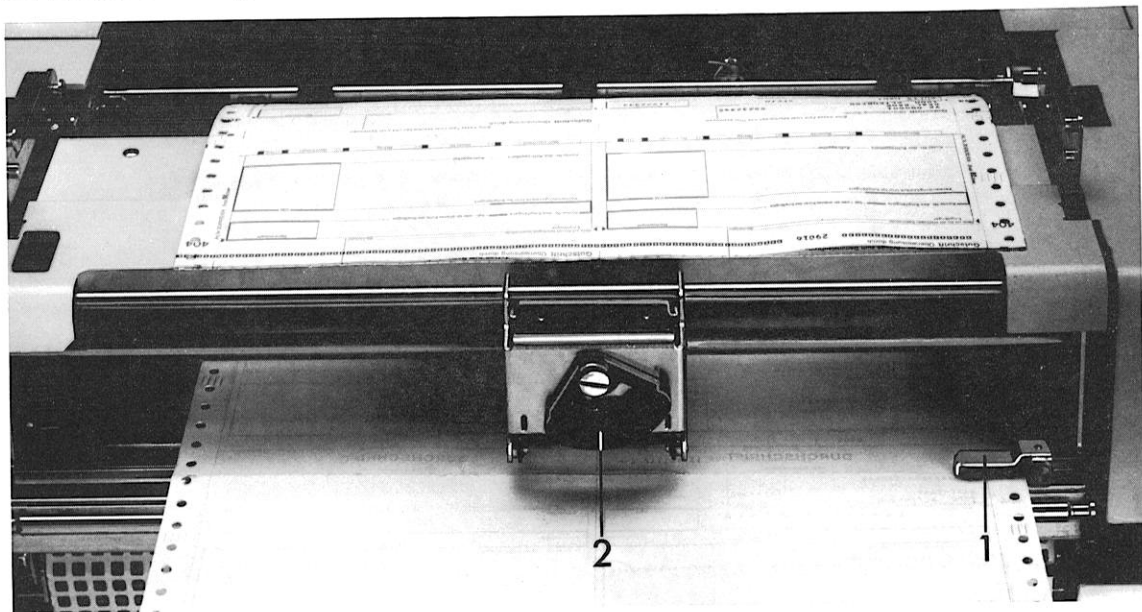

Abb. 13 Papierführung, Rückseite
Mit der Papierspanneinrichtung Abb. 13 wird das Endlosformular gespannt, damit es an der Walze anliegt.
Der Papierendekontakt 1) Abb. 13 ist auf die entsprechenden Formularbreiten seitlich verstellbar.
- Am Papierendekontakt (Abb. 13) den Abtasthebel hochstellen